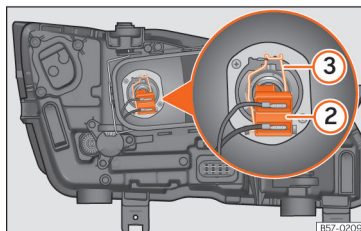

Abb. 109 Im Motorraum: Glühlampe Abblendlicht.
3. Ziehen Sie den Stecker »» » **Abb. 109** ② von der Lampe ab.
4. Nehmen Sie die Haltefeder »» » **Abb. 109** ③ durch Eindrücken und Rechtsdrehung ab.